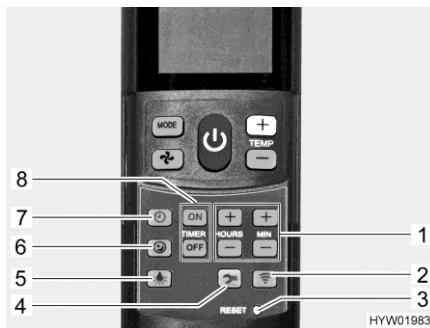

Fig. 141 Telecomando con tasti di impostazione (impianto di climatizzazione)
- Premere il tasto funzionamento silenzioso (Fig. 141,6). Durante il raffreddamento la ventola funzionerà ad un numero di giri inferiore, pertanto risulterà meno rumorosa.
- Premere il tasto ora (Fig. 141,7).
- Impostare le ore e i minuti con i tasti (Fig. 141,1).
- Premere il tasto "ON" (Fig. 141,8).
- Premere i tasti per l'impostazione degli orari (Fig. 141,1) fino a che non è stato raggiunto l'intervallo orario desiderato per l'accensione.
- Premere il tasto "OFF" (Fig. 141,8).
- Premere i tasti per l'impostazione degli orari (Fig. 141,1) fino a che non è stato raggiunto l'intervallo orario desiderato per lo spegnimento.
- Premere di nuovo il tasto "ON" o il tasto "OFF" (Fig. 141,8).
- Premere il tasto luce (Fig. 141,5). La luce viene accesa all'ultimo livello di regolazione impostato.
- Premere e tenere premuto il tasto luce (Fig. 141,5), finché non si raggiunge la luminosità desiderata.
- Premere il tasto luce (Fig. 141,5).
- ▷ Il tasto Setup (Fig. 141,4) permette di collegare il telecomando all'impianto di climatizzazione al momento della prima messa in funzione.